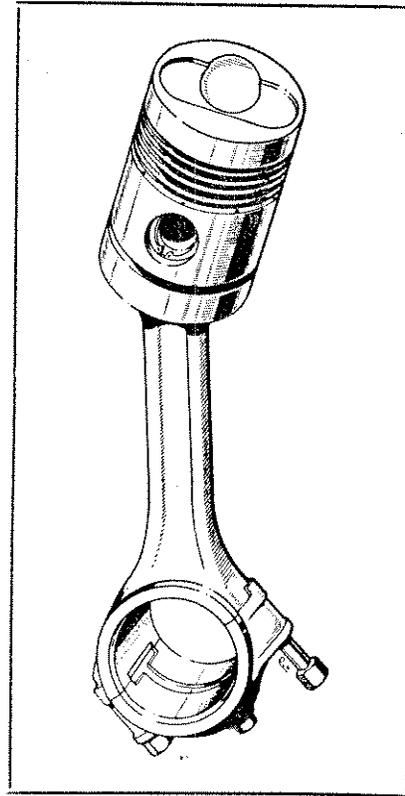

Fig. 2
**PISTONE** - Il pistone è in lega alluminio-silicio-nickel trattata termicamente. Esso porta quattro fascie elastiche di tenuta e due raschiaolio. Nella parte superiore del pistone è disposta una cavità che costituisce la camera di combustione. Poichè detta camera non è simmetrica occorre fare attenzione affinchè il montaggio del pistone rispetto alla biella avvenga come indicato nella Fig. 2.